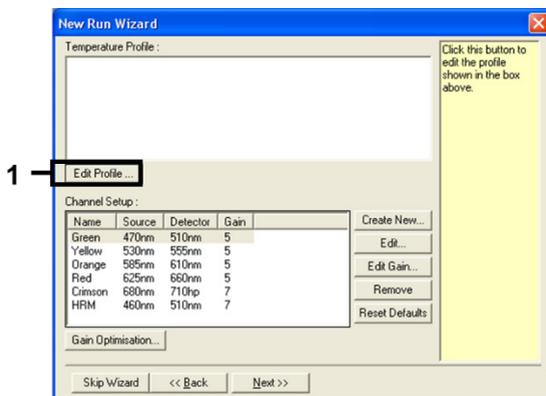

Figura 3. Editando o perfil.
- Clique em Edit Profile (Editar perfil) na caixa de diálogo "New Run Wizard" (Assistente de nova execução) (Figura 3) e verifique os parâmetros da execução de acordo com as etapas a seguir.